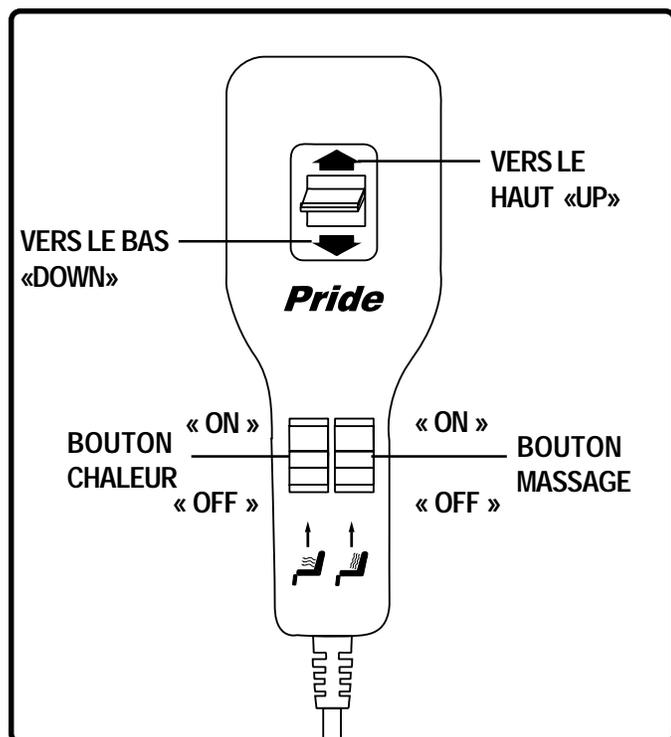

Figure 5.2 Manette chaleur et massage
Suivez les étapes suivantes pour activer/désactiver le massage (Fig. 5.2):
**Suivez les étapes suivantes pour activer/désactiver la chaleur (Fig. 5.2):**